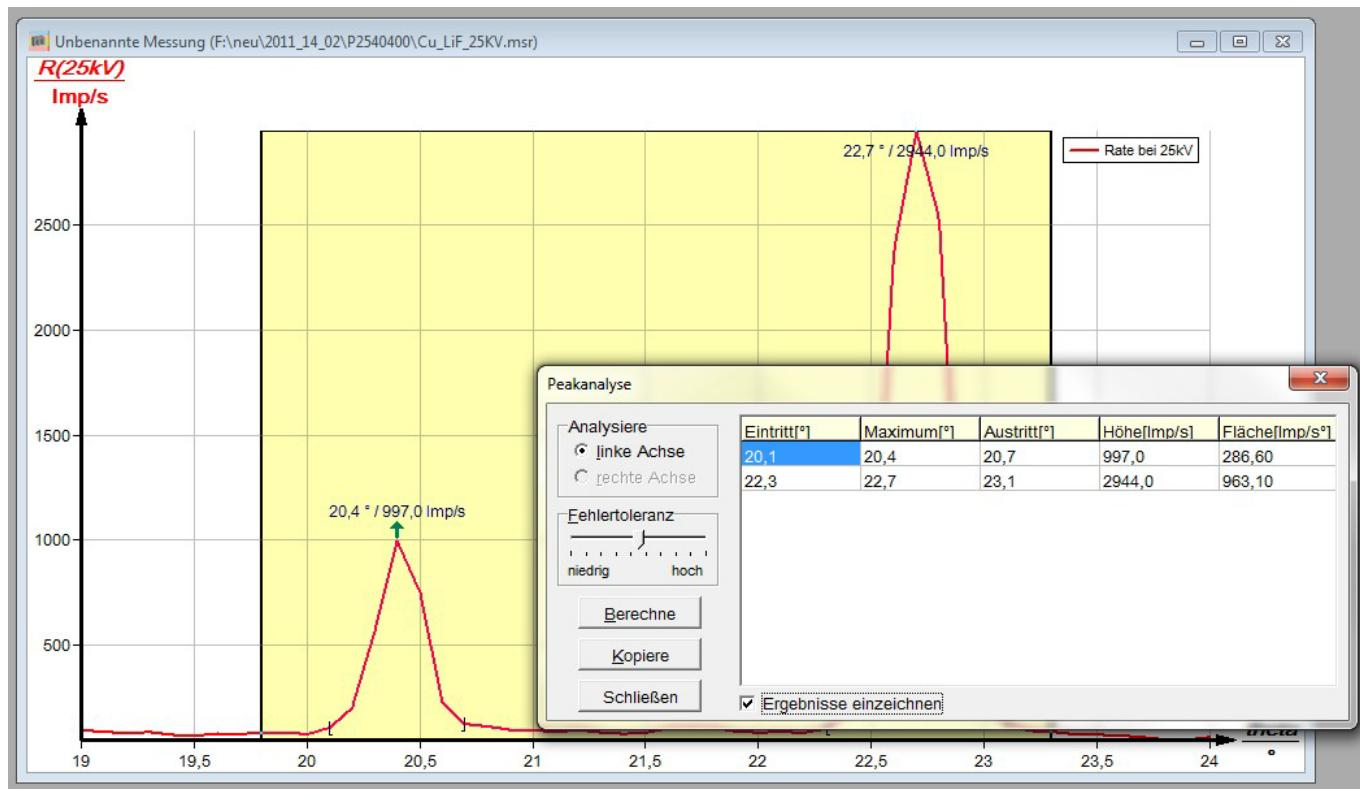

Abb. 13: Automatische Peakanalyse mit „Measure“
- Es erscheint das Fenster „Peakanalyse“ (siehe Abb. 13).